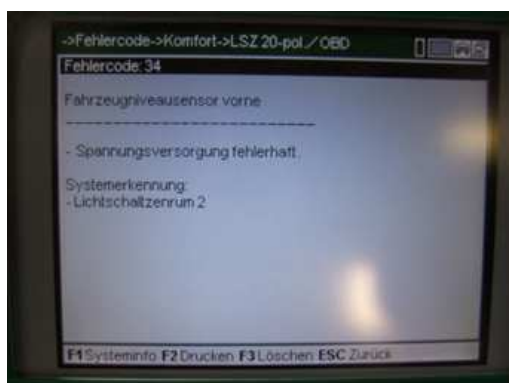

Fig. 2
2. Dans le cas donné, un défaut de l'alimentation est détecté sur le capteur d'assiette avant (v. Fig. 2).